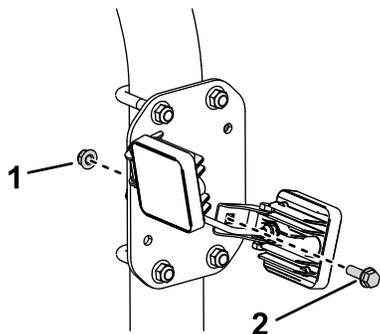

Figura 1
1. Rimuovete i dadi e i bulloni posteriori dalla staffa della luce operativa, come illustrato nella Figura 1.